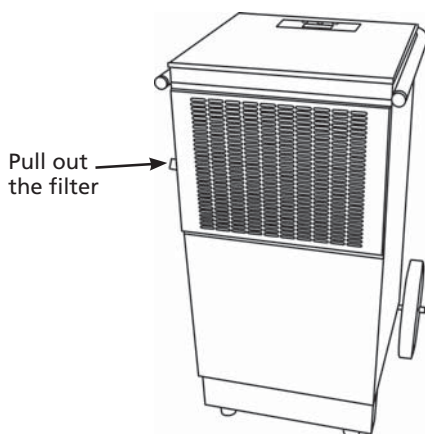

Figure 5
1. Prenez le filet de filtre sur la machine. Voir la figure 5.